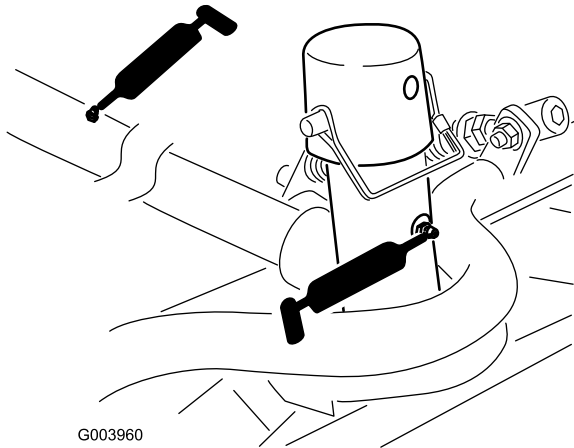

Bild 48
- Schneideinheitträgererrahmen und Drehzapfen (2) (Bild 48)